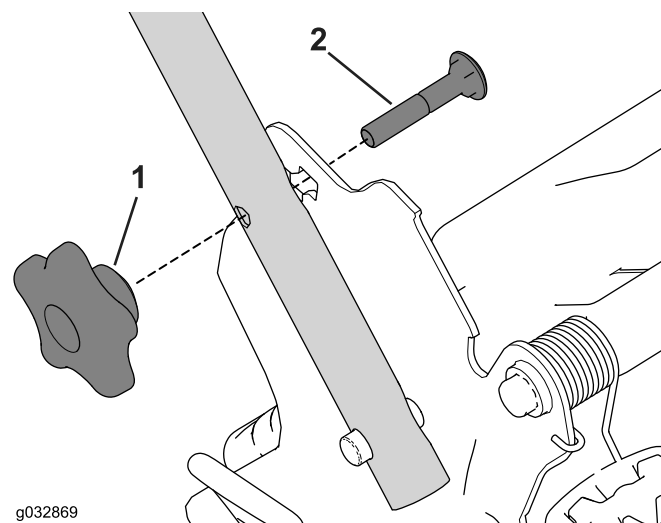

Рисунок 26
1. Снимите и сохраните две круглые рукоятки и два каретных болта с кронштейнов рукоятки (Рисунок 26).